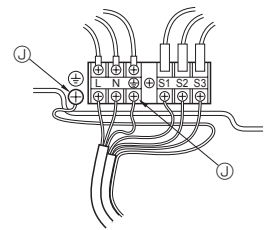

Fig. 6-2
6.1. Unidade exterior (Fig. 6-1, Fig. 6-2)
- ① Remova o painel de manutenção.
- ② Ligue os cabos consultando a Fig. 6-1 e a Fig. 6-2.